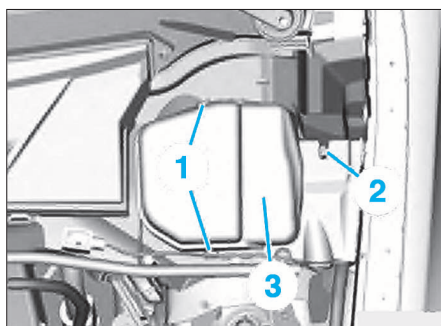

FIG. 15
- Tirer la garniture du pédalier (2) en arrière.
- Débrancher les connecteurs correspondants et déposer la garniture du pédalier (2).
- Déclipper les attaches de fixation (1) (Fig.15).